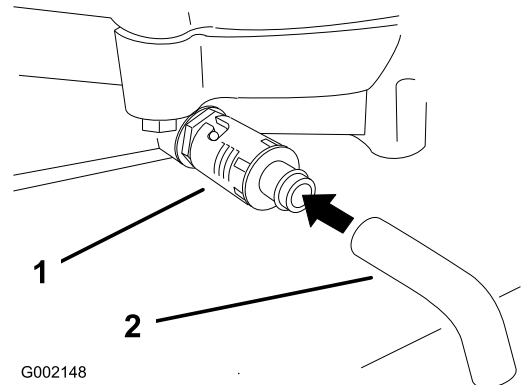

Bild 25
4. Stellen Sie eine Auffangwanne unter den Ablass. Drehen Sie das Ölablassventil, damit das Öl herauslaufen kann (Bild 25).